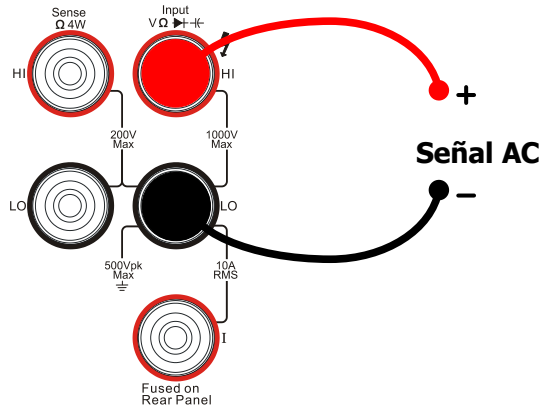

Figura 2-30 Esquema de conexiones
1. Conecte las puntas de prueba como se muestra en la Figura 2-30. La punta roja en el terminal HI; la negra en el terminal LO.